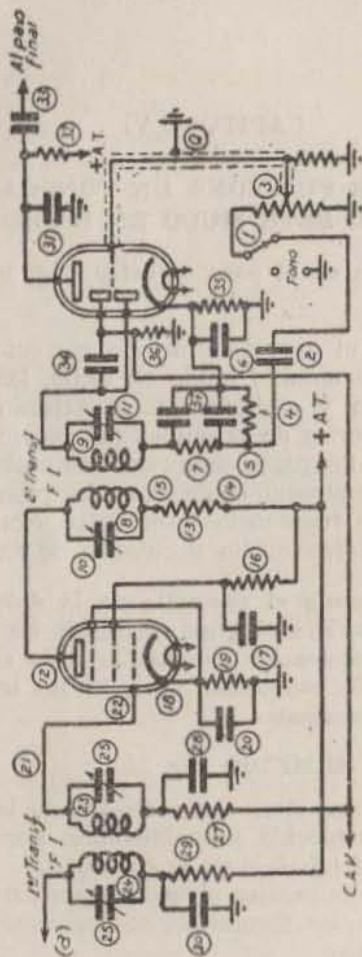

Fig. 10.—Paso detector y amplificador de frecuencia intermedia
Averías en el paso detector (fig. 10)
**67.—CAUSA Y REMEDIO** (fig. 10).
**CAUSAS Y REMEDIOS** (fig. 10).